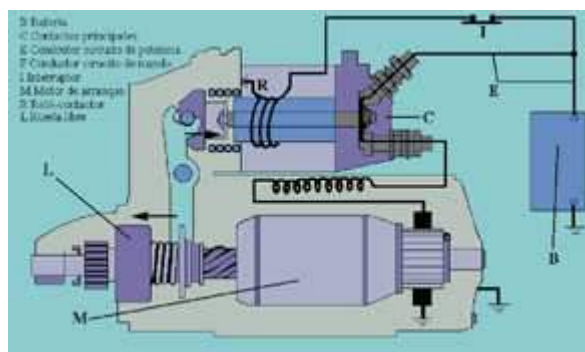

Fig. 14
Sistema de rueda libre (fig. 14)
El funcionamiento del sistema de rueda libre (L) (fig. 14) del piñón es el siguiente: